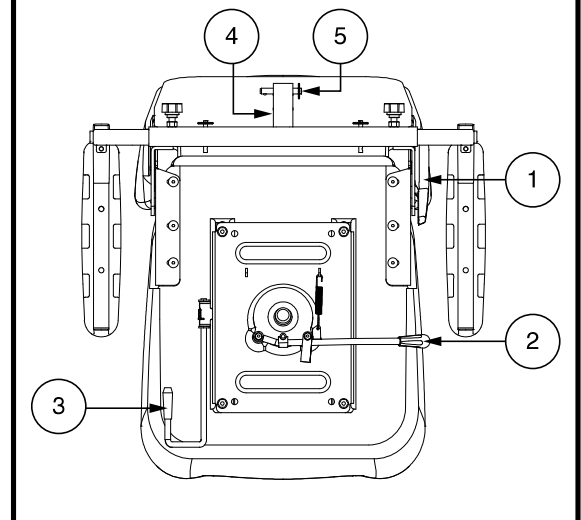

Abb. 20. Sitzeinstellungen – Stil B
Um die verstellbare Rückenlehne einzustellen, befolgen Sie diese Schritte. **Siehe Abb. 20.**
1. Drehen Sie den Hebel zur Verstellung der Sitzposition nach aussen. **Siehe Abb. 20.**
Der Armlehnenwinkel Ihres Elektromobils kann nach oben oder nach unten verstellt werden. **Siehe Abb. 20.**
Die Zuberhörhalterung am Heck ermöglicht es Ihnen, persönliche Zubehörkomponenten wie Korb, Gehhilfe oder Sauerstofftank hinter dem Elektromobil anzubringen. Verwenden Sie den Sicherheitsstift, um das Zuberörteil sicher an der Halterung zu befestigen. **Siehe Abb. 20.** Für weitere Informationen wenden Sie sich an Ihren Vertragshändler.